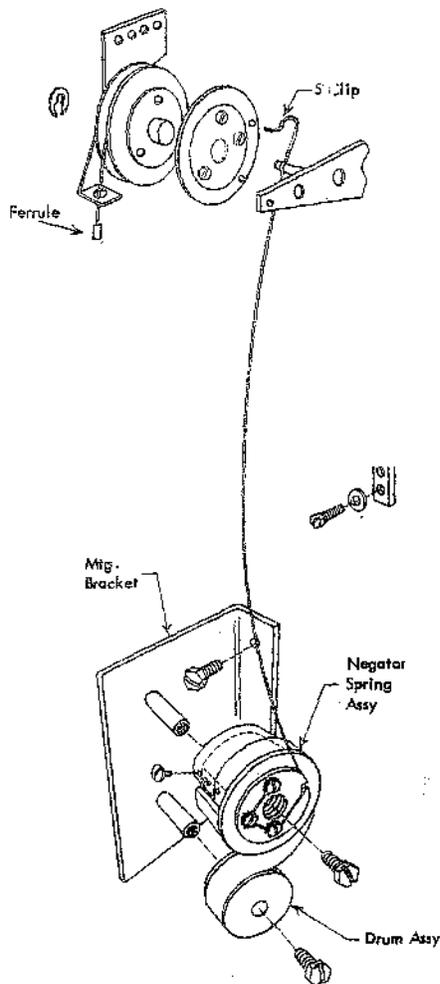

Figure 3-14. Sliding Glass Spring Drum Pulley Assembly
4. Lösen Sie die drei Schrauben am Federgehäuse (Abb. 3-14).